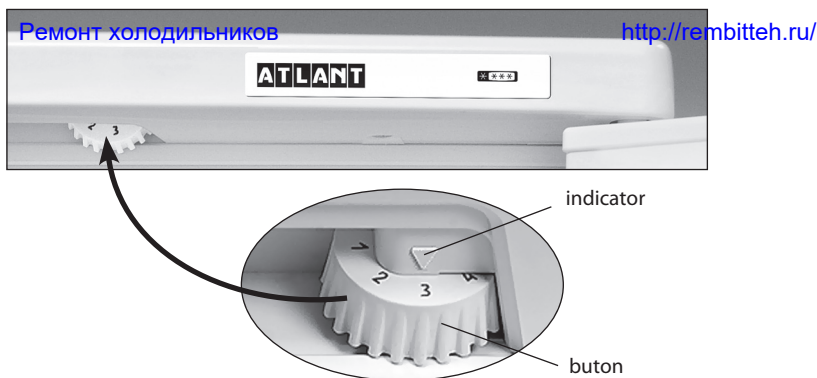

Figura 3 — Reglarea temperaturii
1.4 Elementul de reglare a temperaturii din frigider, în conformitate cu Figura 3 este butonul de reglare a temperaturii (numit în continuare - buton), care se află sub masca frigiderului. Butonul se rotește în sensul acelor de ceasornic sau în sensul contrar al acestora și are diviziuni numerice. Diviziunea "1" corespunde celei mai joase setări de temperatură (răcire minimă) în camera frigorifică, diviziunea "7" – celei mai înalte setări de temperatură (răcire maximă). Pentru a regula temperatura, fixați diviziunea butonului sub indicator.
Deschideți ușa CF și fixați sub indicator diviziunea "2" a butonului. Închideți ușa CF. Pentru setarea temperaturii optime pentru păstrarea produselor în camera frigorifică, efectuați reglarea cu ajutorul butonului în conformitate cu figura 3. După ajustare temperatura în frigider se menține în mod automat.